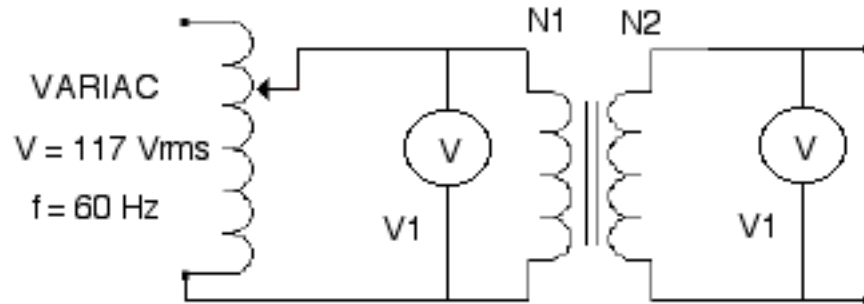

Figura 8.1.- Circuito para obtener la relación de vueltas del transformador
- 9.- Para obtener la relación de vueltas (n), monte el circuito de la figura 8.1.